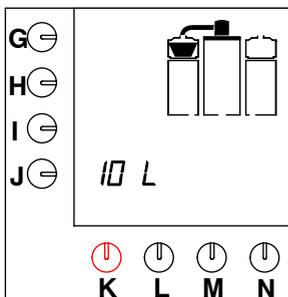

Fig. 9 Tempo di gocciolamento
- Non appena il contenitore del caffè è stato riempito, sullo schermo lampeggia il cestello filtrante in relazione al tempo di gocciolamento (vedere fig. 9).
- Accendere l'interruttore di accensione/spengimento (P).
- Si accende la spia luminosa. Sullo schermo vengono visualizzate le impostazioni standard, vedere fig. 9 .